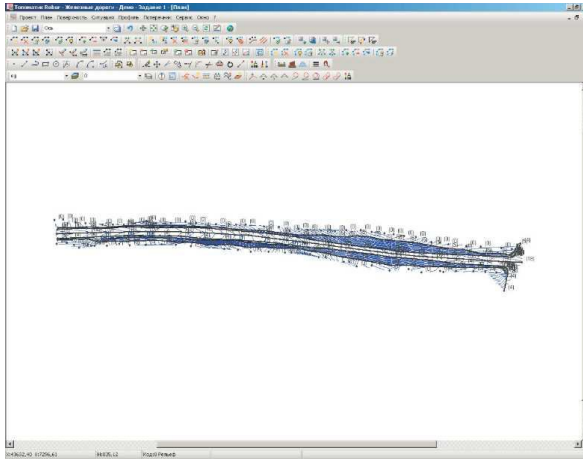

Рис.4. Цифровая модель рельефа
8. Получить выходную документацию: чертеж поверхности, на котором должны быть показаны точки, номера точек, отметки, горизонтали и структурные линии; поверхность 3-d, сечение рельефа в формате dxf (рис.4).